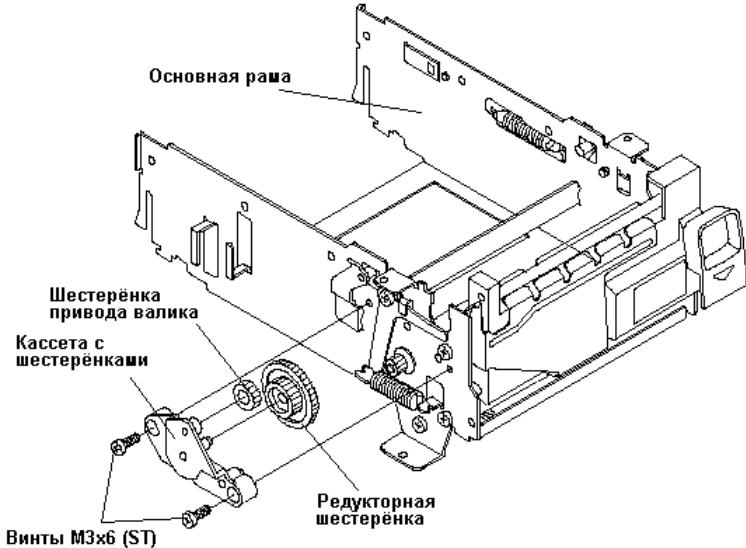

Рисунок 14 Кассета с шестерёнками
Для отсоединения кассеты с шестерёнками окрутите два винта M3x6 (ST), которыми кассета с шестерёнками крепится к основной раме, и снимите её. В кассете две шестерёнки (см. Рис. 14):
2. Две оси в кассете с шестерёнками, на которых вращаются шестерёнки (см. Рис. 14).